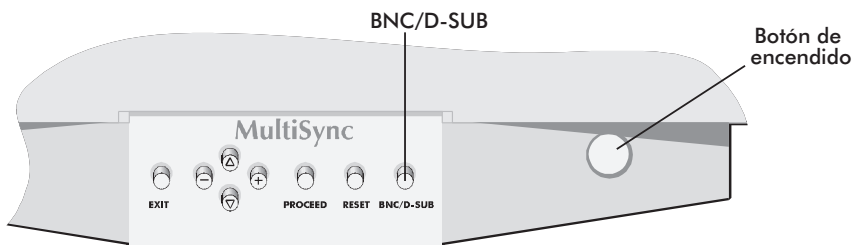

Figura E.1
5. Encienda su monitor MultiSync (Figura E.1) y su ordenador.
6. La configuración de fábrica de su monitor es para la entrada D-SUB. Si usted está utilizando un cable BNC, presione el botón BNC/D-Sub que se encuentra en el panel frontal de su monitor (Figura E.1).